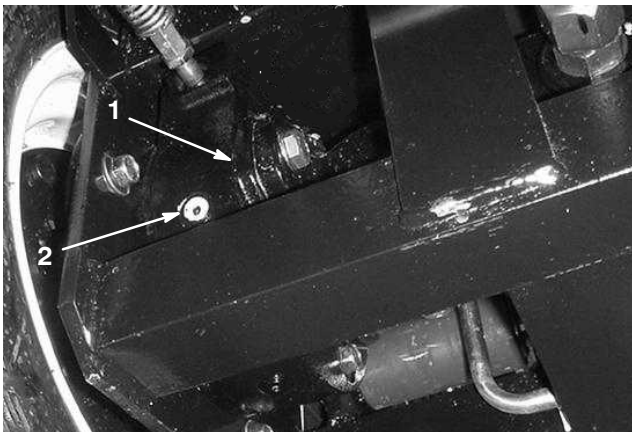

Bild 7
2. Entfernen Sie die Ablassschraube (Bild 6) vom Planetengetriebe und prüfen die Prüfschraube an der Rückseite der Bremse (Bild 7). Der Ölstand muss die Unterseite des Prüfschraubenlochs an der Rückseite der Bremse erreichen.